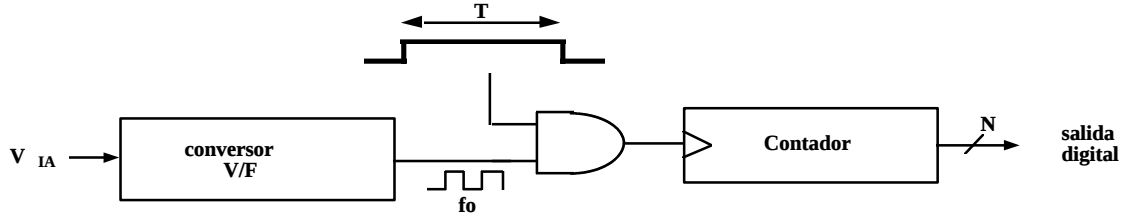
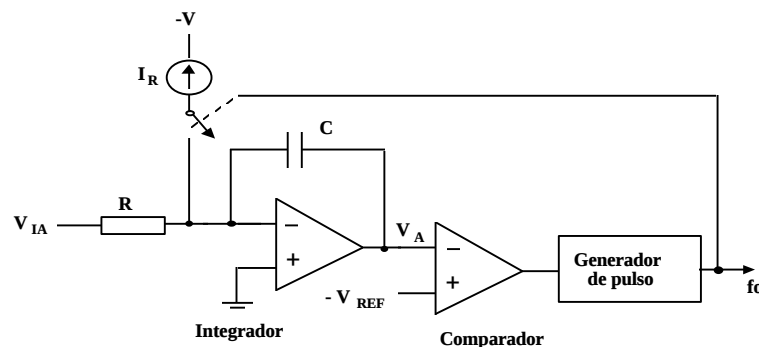

Figura 1. Esquema de convertidor A/D basat en un convertidor tensió-freqüència.
Figura 2. Esquema del convertidor tensió-freqüència.
1. Es vol dissenyar un convertidor A/D basat en un convertidor tensió-freqüència. L'esquema que es vol seguir és el que es veu a la figura 1. L'esquema del convertidor tensió-freqüència es presenta a la figura 2.
e) Si s'aplicà un temps $T=800\mu\text{s}$ (figura 1), determinau la resolució i el rang dinàmic del convertidor A/D.